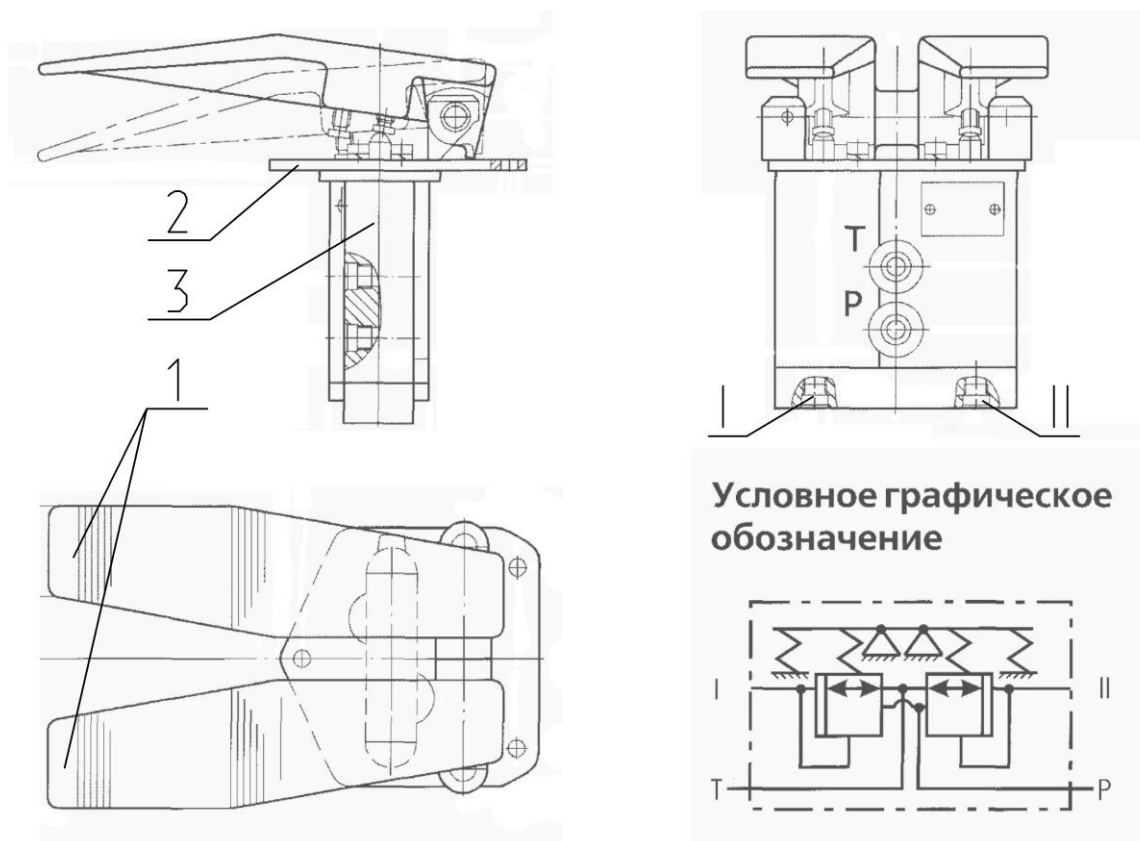

Рис. 10.8.4 Блок управления педальный однозолотниковый.
4. Блок управления 111BFM (рис. 10.8.4) - двухпедальный двухзолотниковый. Данный блок управления используется для подъема и опускания откидных опор и отвала поз.7, 8 рис.4.1.1. На экскаваторе E130W данные блоки управления фирмы ОАО «ПНЕВМОСТРОЙМАШИНА». Запрещается нарушать целостность пломб и разбирать блоки управления. В случае неисправностей обращайтесь к представителям фирмы «ПНЕВМОСТРОЙМАШИНА» по указанным выше телефонам.